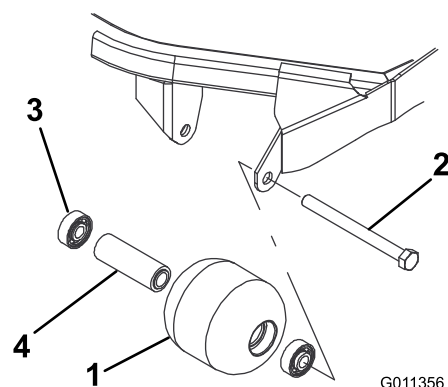

Рисунок 61
1. Снимите болт крепления валика (Рисунок 61).
- Осмотрите корпус, подшипники и распорную втулку подшипника валика на наличие повреждений (**Рисунок 61**). Замените все поврежденные компоненты и соберите их.
- Запрессуйте передний подшипник в корпус валика (**Рисунок 61**). Прикладывайте усилие только к наружному кольцу или одинаковое усилие к внутреннему и наружному кольцам.
- Вставьте втулку подшипника (**Рисунок 61**).
- Запрессуйте второй подшипник в корпус валика (**Рисунок 61**), нажимая с одинаковым усилием на внутреннее и наружное кольца до тех пор, пока внутреннее кольцо не войдет в контакт с распорной втулкой подшипника.